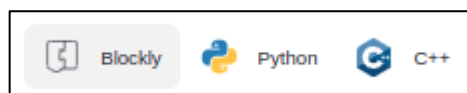

Рисунок II-9 – Кнопки перехода на языки программирования
2. Кнопки перехода на языки программирования – «Blockly», «Python», «C++» (см. Рисунок II-9).